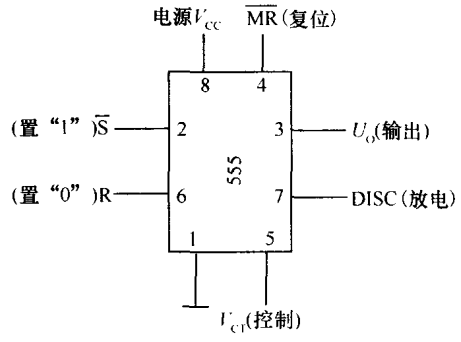

图 1-1-10 555 时基电路
(2) 555 时基电路如图 1-1-10 所示, 输出端 U_o 与输入端 $\bar{S}$ 、 R 为反相关系。当 $U_o = 0$ 时, 放电端导通; 当复位端 $\overline{MR} = 0$ 时, $U_o \equiv 0$ 。